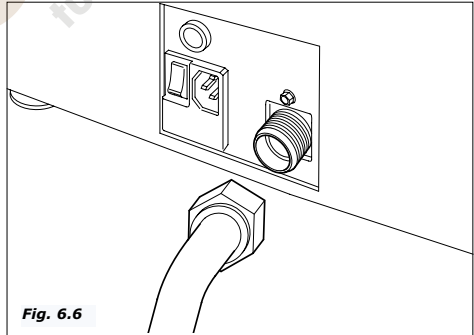

Fig. 6.6
- la conexión prevista es de 3/4 macho(Fig.6.6).